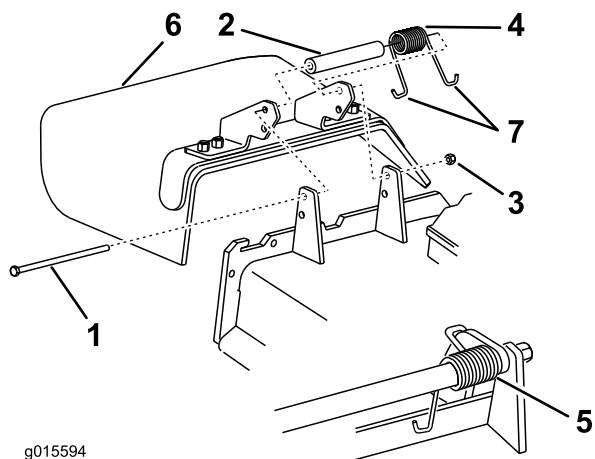

Bild 102
1. Entfernen Sie die Sicherungsmutter, Schraube, Feder und das Distanzstück, mit denen das Ablenkblech an den Drehhalterungen befestigt ist (Bild 102). Entfernen Sie defekte oder abgenutzte Ablenkbleche.
Hinweis: Achten Sie darauf, dass ein J-förmiges Federende hinter der Mähwerkseite installiert wird, bevor Sie die Schraube wie in Bild 102 gezeigt einsetzen.
- Setzen Sie die Schraube und Mutter ein. Führen Sie ein J-förmiges Hakenende der Feder um das Ablenklech (Bild 102).